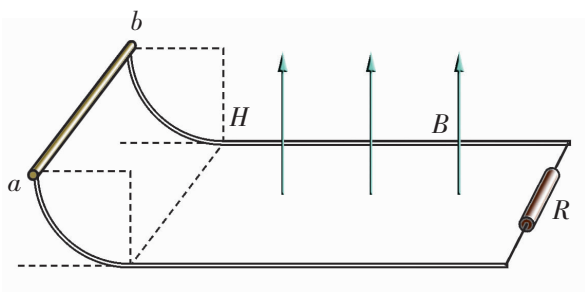

图 1-5-10
**例 3:** 如图 1-5-10 所示, 两条平行光滑导轨相距  $L$ , 左端一段被弯成半径为  $H$  的  $\frac{1}{4}$  圆弧, 圆弧导轨所在区域无磁场. 水平导轨区域存在着竖直向上的匀强磁场  $B$ , 右端连接阻值为  $R$  的定值电阻, 水平导轨足够长. 在圆弧导轨顶端放置一根质量为  $m$  的金属棒  $ab$ , 导轨和金属棒  $ab$  的电阻不计, 重力加速度为  $g$ . 现让金属棒由静止开始运动, 整个运动过程金属棒和导轨接触紧密. 求:
(1) 金属棒进入水平导轨时, 通过金属棒的感应电流的大小和方向.
(2) 整个过程电阻  $R$  产生的焦耳热.
**解:** (1) 设金属棒进入水平导轨时速度为  $v$ , 根据机械能守恒定律